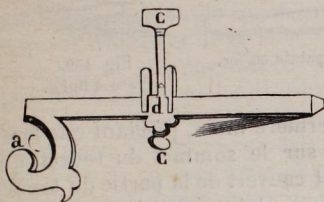

Fig. 154. — Support.
un support (fig. 154) consistant en une tringle de fer poli, carrée, dont une des extrémités (a) est coudée pour lui servir de pied ou point d'appui, lorsque l'autre extrémité (b) est logée dans une ouverture pratiquée dans le pied du touret et que l'instrument est dressé. La partie principale est un petit étau (c) qu'on fait promener sur la tringle au moyen de la coulisse (d) et de la vis (C). C'est sur ce support que se posera le burin lorsqu'on voudra donner à un outil, qui sera pour cela monté sur le touret, la figure convenable.